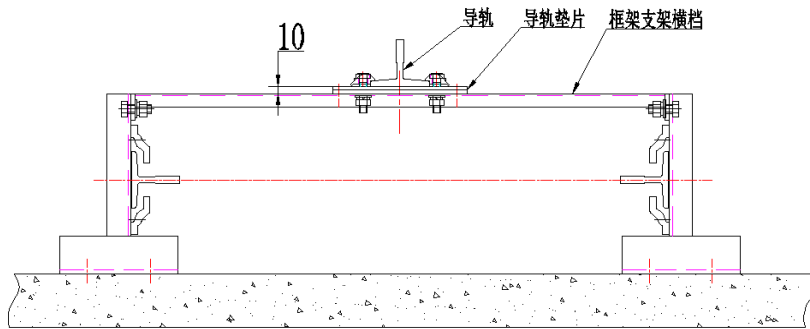
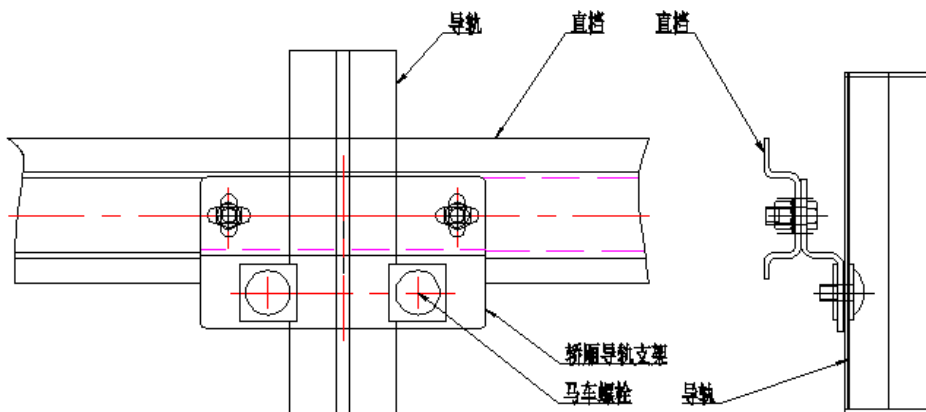

图 5-6
图 5-7
- 5.2.3 将导轨由底坑向上逐根立起, 第一根导轨下端应安放在底坑坚实地面上, 用螺栓、导轨连接板连接牢固, 轿厢侧导轨支架和导轨件至少加入 1 片整片的导轨垫片, 对重侧导轨与框架支架横档距离理论值为 10mm, 根据现场情况可略微增加或减少, 见图 5-6, 用压导板略微压紧在导轨支架上, 待校正后再行固定。当在钢井架上安装轿厢导轨支架时, 见图 5-7。